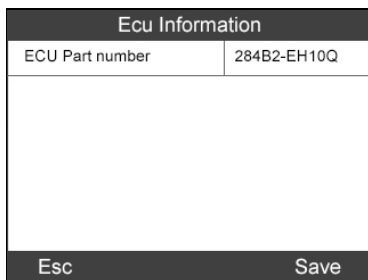

Abbildung 4.42
- 2) Die ECU-Teilenummer wird angezeigt, sobald sie gefunden wurde. Drücken Sie die entsprechende **FUNKTIONSTASTE** zum **Speichern**, um die abgerufene Teilenummer später erneut anzuzeigen oder auszudrucken. (Abbildung 4.42)